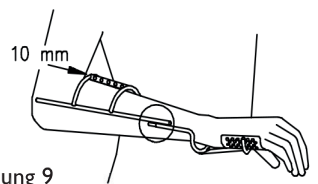

Abbildung 9
3. Bestimmen Sie die korrekte Länge des Unterarmträgers. Kürzen Sie die Rohre der Unterarmorthese mit einer Eisensäge und verbinden Sie die Unterarmorthese mit der Hand-/ Pulsorthese, indem Sie den Kleber aus der Kleberpipette verwenden, siehe Abbildung 9. Die Klebeverbindung ist nach 15 Minuten zum Teil ausgehärtet